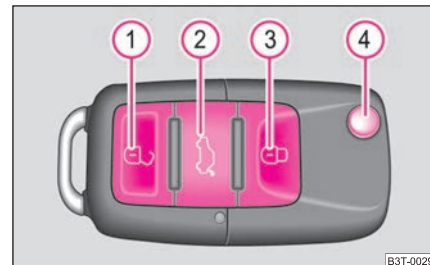

Fig. 34 Llave con radiotelemando
- Pulse la tecla **2** durante aprox. 1 segundo ⇒ fig. 34. Para más información ⇒ página 42.
- Pulse la tecla **2** durante aprox. 2 segundos ⇒ fig. 34. Para más información ⇒ página 42.